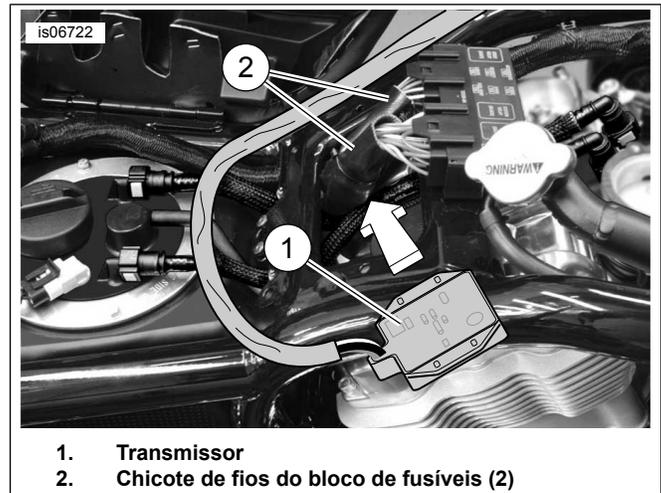

Figura 19. Montagem do transmissor (V-Rod ano 2004 e posteriores)
2. Veja Figura 19 . Remova a caixa do filtro de ar. Gire o transmissor (1) de modo que o lado do circuito exposto fique voltado para cima. Enfie o transmissor sob os chicotes de fios do bloco de fusíveis. Use duas abraçadeiras do kit através dos flanges do transmissor para fixá-lo nos chicotes do bloco de fusíveis.